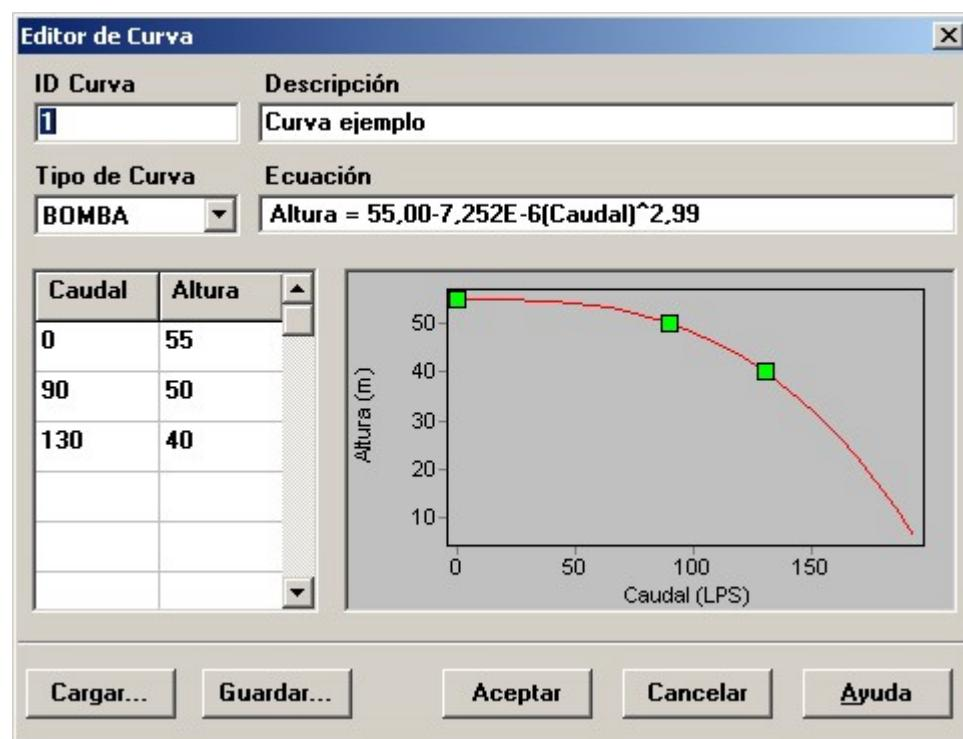

Figura 2.6. Editor de Curvas.
A continuación crearemos la Curva Característica 1. Desde la página de Datos del Buscador, seleccione **Curvas** del listado y haga clic sobre el botón . Una nueva Curva 1 se añadirá a la base de datos y aparecerá el cuadro de diálogo del Editor de Curvas (ver Figura 2.6). Introduzca los valores de caudal (flow) y altura (head) en la hoja de datos, para cada uno de los puntos: 55mca-0l/s, 50mca-90l/s, 40-130l/s. EPANET creará automáticamente una curva a partir de estos puntos. La ecuación de la curva aparecerá junto con la figura. Haga clic en **Aceptar** (OK) para cerrar el Editor.